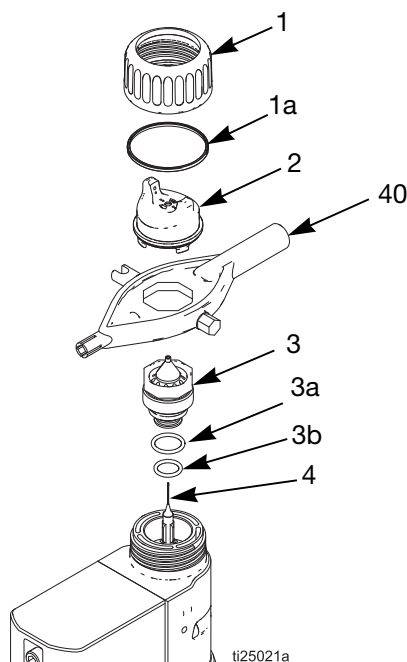

FIG. 30. Cambio del cabezal de aire/boquilla
2. Retire el anillo de retención (1) y el cabezal de aire (2). Consulte FIG. 30.